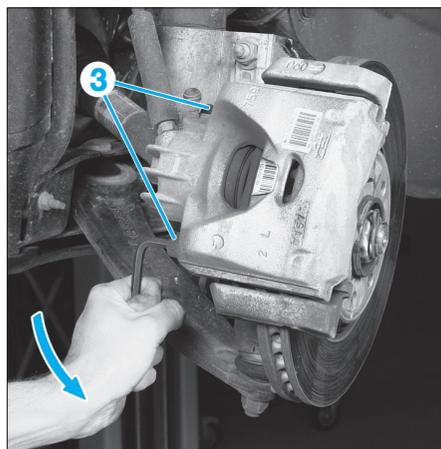

Fig. 12
- Déposer les 2 vis de colonnettes (3) (Fig.12).